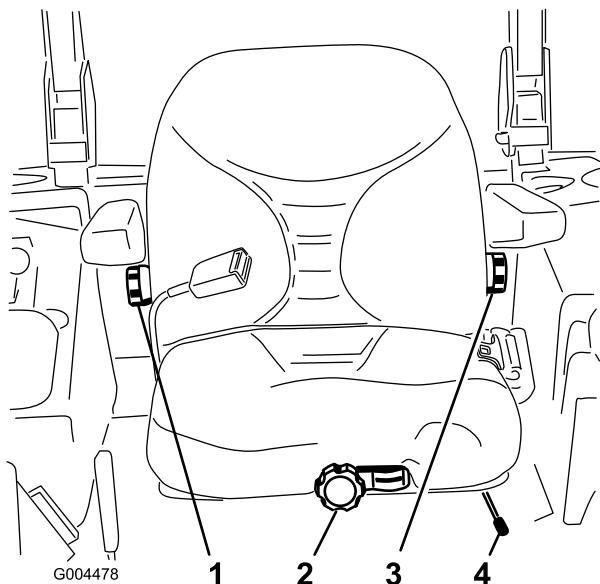

Figura 23
1. Per regolare, spostate lateralmente la leva e sbloccate il sedile (Figura 23).
A sedile vuoto, girate la manopola anteriore nella direzione opportuna, fino ad ottenere il migliore comfort (Figura 23).
Per spostarlo, girate nella direzione opportuna la manopola situata sotto il bracciolo destro, fino ad ottenere il migliore comfort (Figura 23).
Per spostarlo, girate nella direzione opportuna la manopola situata sotto il bracciolo sinistro, fino ad ottenere il migliore comfort (Figura 23).